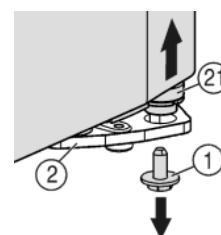
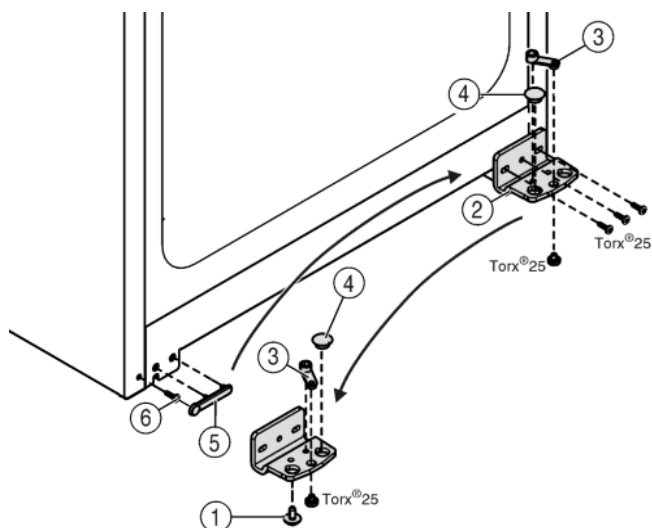

Fig. 4
Fig. 5
- Skruva ut låsskruven *Fig. 4 (1)* längst ned på lagerbocken.
- ▷ Lagerbulten *Fig. 4 (21)* lossnar från lagerbocken *Fig. 5 (2)*.
- Om lagerbulten *Fig. 4 (21)* inte lossnar, pressa ut bulten från undersidan.
- Skruva av lagerbocken Fig. 5 (2).
- Skruva av lagerdelen Fig. 5 (3) och flytta den till lagerbockens motsatta monteringshål. Skruva åter fast lagerdelen.
- Ta bort pluggen Fig. 5 (4) från lagerbocken och flytta den till lagerbockens motsatta fästhål.
- Lyft försiktigt av täckbrickan Fig. 5 (5) på handtagssidan.
- Skruva ut skruven Fig. 5 (6) och sätt in den på den motsatta sidan.
- Sätt åter på täckbrickan Fig. 5 (5).
- Skruva ev. fast lagerbocken Fig. 5 (2) på den nya gångjärns-sidan (**med 4 Nm**) med hjälp av en skruvdragare.
- Skruva in låsskruven Fig. 4 (1) nedtill i lagerbulten och dra åt den (**med 4 Nm**).